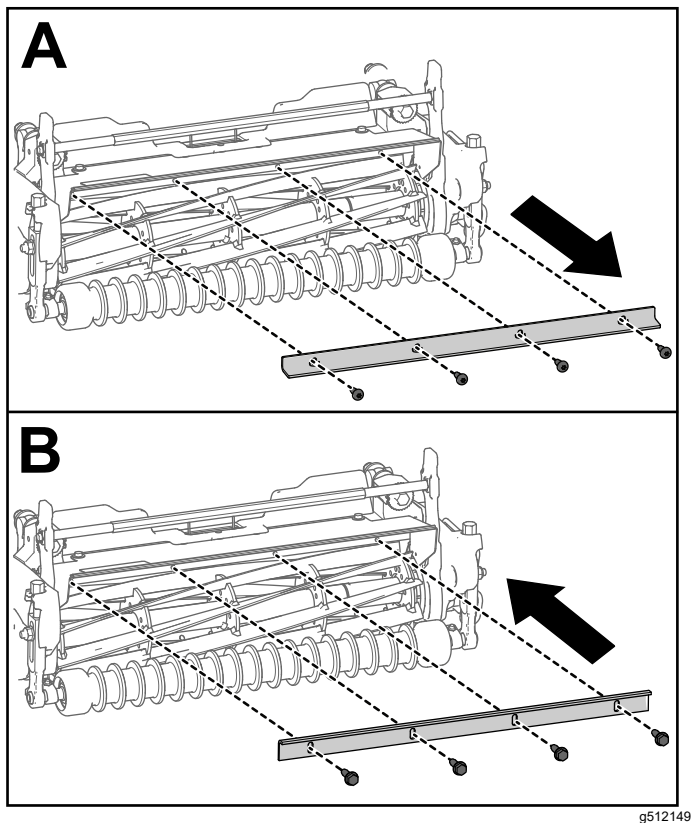

Figura 7
- Dacă unitatea de tăiere model 04657 este utilizată pe orice altă unitate de traciune Greensmaster 3300 sau 3400, îndepărtați bară de deviere a ierbii i înlocuiți-o cu o bară de separare (nr. piesă 115-3303-03) i 4 uruburi (nr. piesă 131-6150) aa cum se arată în Figura 7.